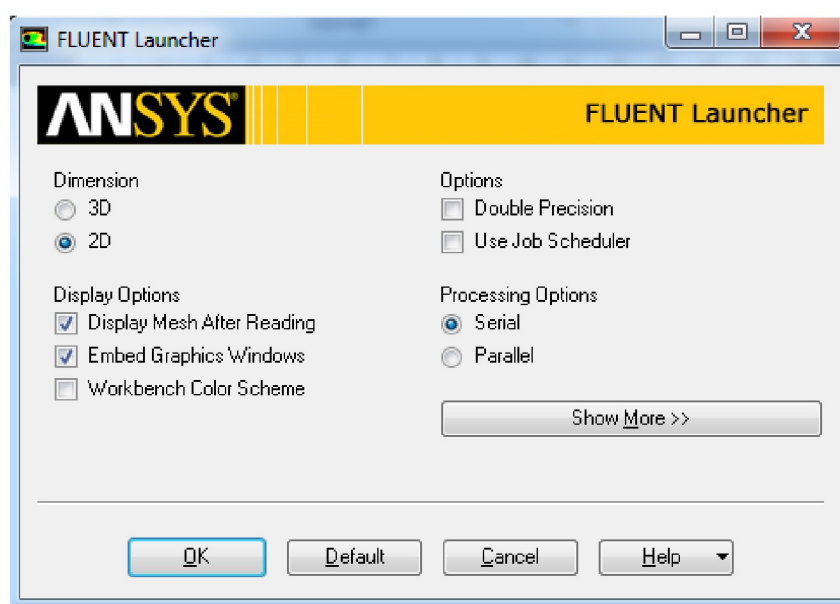

Рисунок 67 – Запуск предпроцессора *FLUENT*
1. Запускается программа *FLUENT* для двухмерного моделирования (рисунок 67). Для этого выбирается режим 2D в поле *Dimension*.